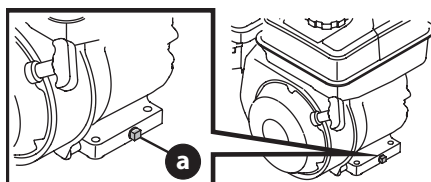

Figure 10
3. Nettoyez la surface autour du bouchon de vidange (a). (Figure 10).
5. Retirez le bouchon (Figure 10).